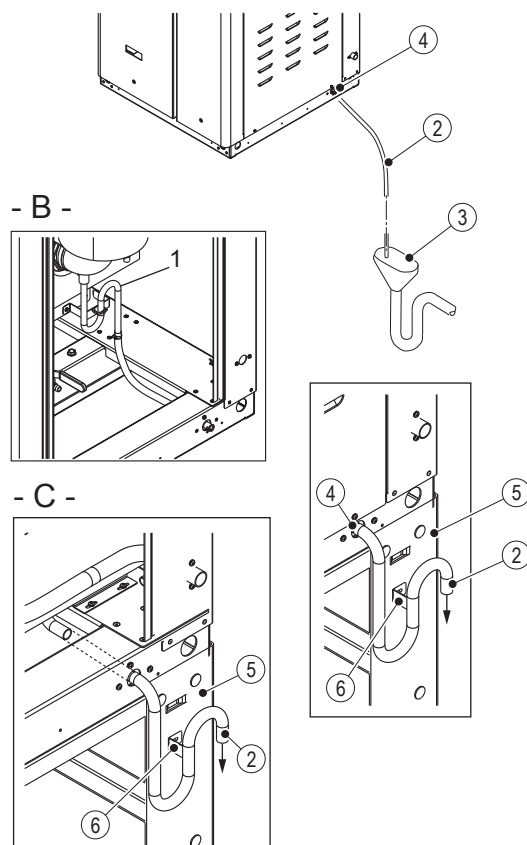

Рис. 13: Дренажная линия, модели CS (A – GS 23–45, B – GS 65, C – GS 90–260)
Монтаж линии слива конденсата выполняется в соответствии с рис. 13, стр. 34 и требованиями действующих норм и правил.
- Установите шланг слива конденсата (для моделей CS) и закрепите его с помощью зажима, см. рис. 13, стр. 34. Шланг должен подходить для работы при +100 °С.